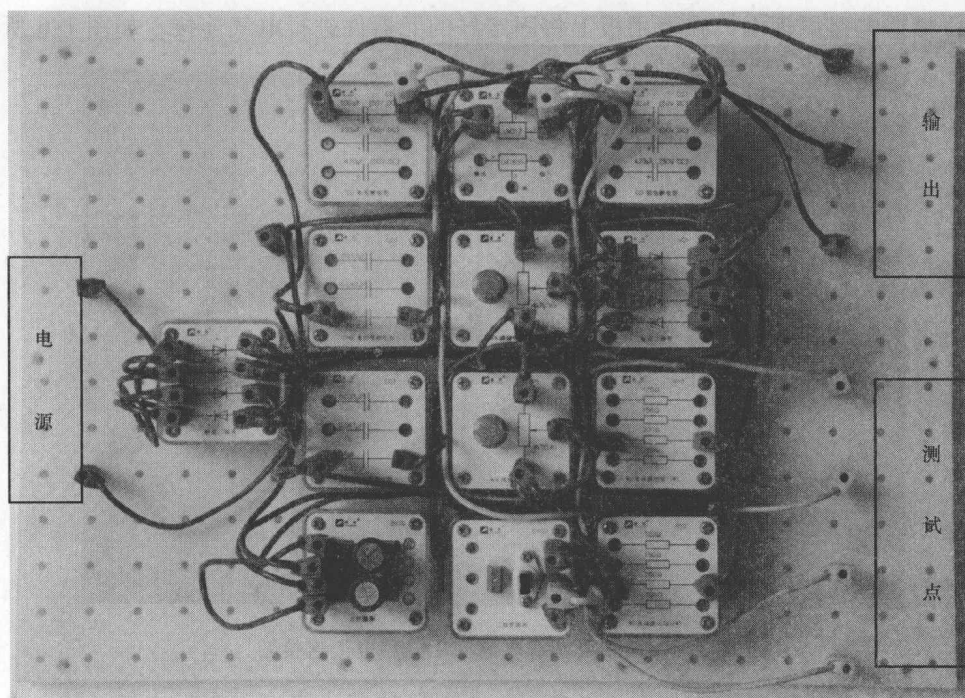

图 1-4 YL-290 创新模块组成的带测试点的三端可调双电源稳压电路
3) 用 YL-290 创新模块连接好电路，并引出电源线和测试点，如图 1-4 所示。